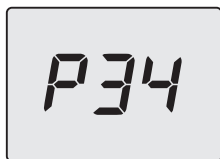

Figura 9.5
- Premere per 1 sec. il tasto 13 (Figura 5.71) per entrare nel parametro selezionato. Il display visualizzerà quanto segue (Figura 9.5).